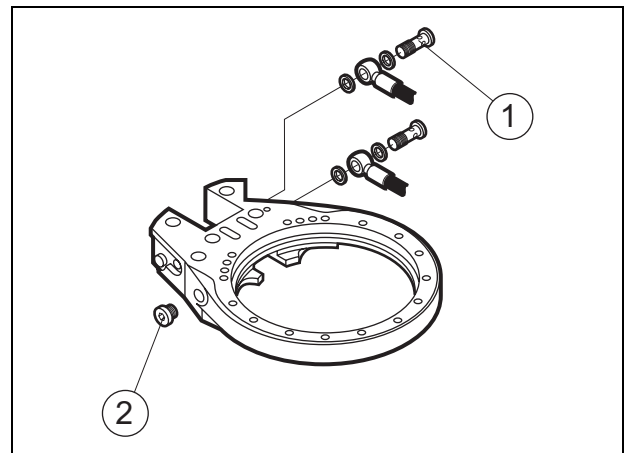

Fig. 27 Soupape d'arrêt pour tendre la chaîne
Pour empêcher que la chaîne ne saute accidentellement si la chaîne de scie est affectée par des forces externes, c'est à dire si la chaîne de scie est entravé par des broussailles quand l'unité est soulevée, une soupape d'arrêt (1) est installée au port d'entrée pour le tensionneur de chaîne. Voir Fig. 27.